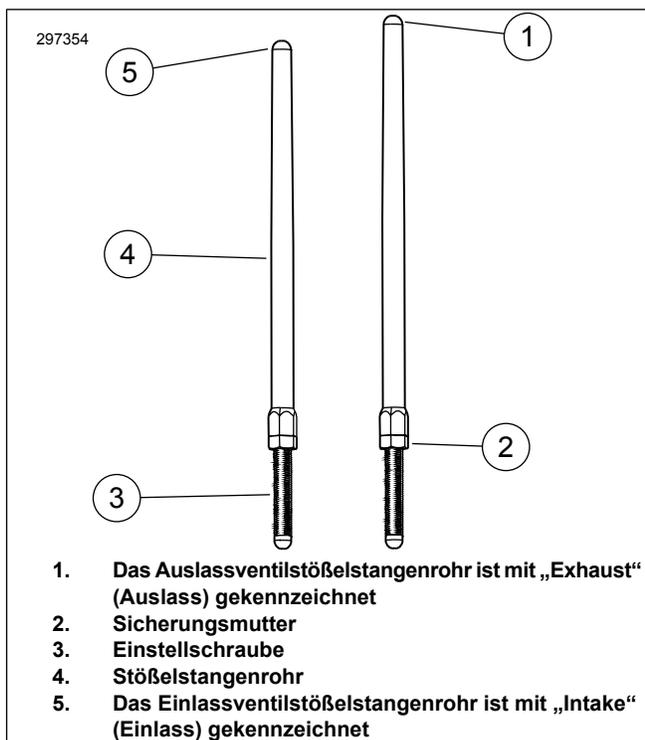

Abbildung 1. Verstellbare Stößelstange
- Abbildung 1 Die Sicherungsmutter an allen Stößelstangen lösen und sie auf ihre kürzeste Länge einstellen.